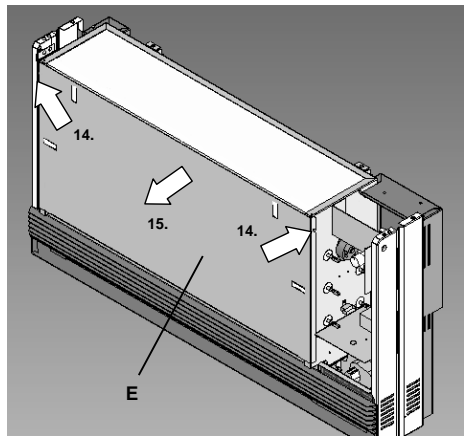

Fig.11 Verschlussblech entfernen
- Verschlussblech entfernen (Fig.11):
14. Verschlussblech (E) seitlich oben links und rechts aus den Ansatzschrauben heben. Dazu Verschlussblech an der Kante über dem Luftaustrittsgitter fassen und vorsichtig nach oben schieben.